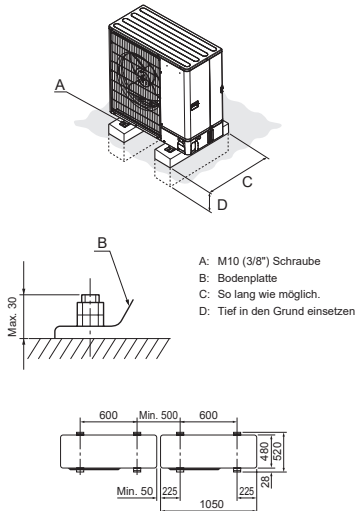

Abb. 4-1
- Die Anlage immer auf fester, ebener Oberfl\u00e4che aufstellen, um Ratterger\u00e4usche beim Betrieb zu vermeiden. (Abb. 4-1)